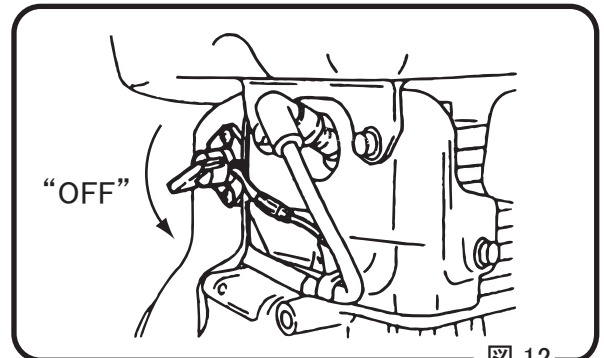

図 12
9.2 ストップスイッチを OFF 側に回します。(図 12)